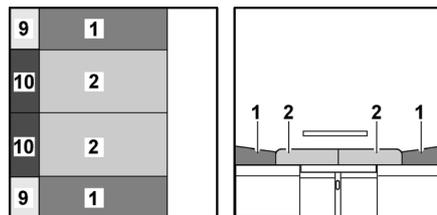

Bild 133 Nach dem Umbau
- Die Sitzpolster (Bild 133,2) nach vorn und zur Mitte ziehen.
- Die Rückenpolster (Bild 133,1) zwischen die Sitzpolster und die Wand legen.
- Die Zusatzpolster (Bild 133,9) zwischen die Rückenpolster und die Wand legen.
- Die Zusatzpolster (Bild 133,10) zwischen die Sitzpolster und die Wand legen.
- ▷ Je nach Modell müssen an Stelle des zweiten Rückenpolsters (Bild 133,1) und des zweiten Zusatzpolsters (Bild 133,9) zwei kleinere Zusatzpolster eingelegt werden.